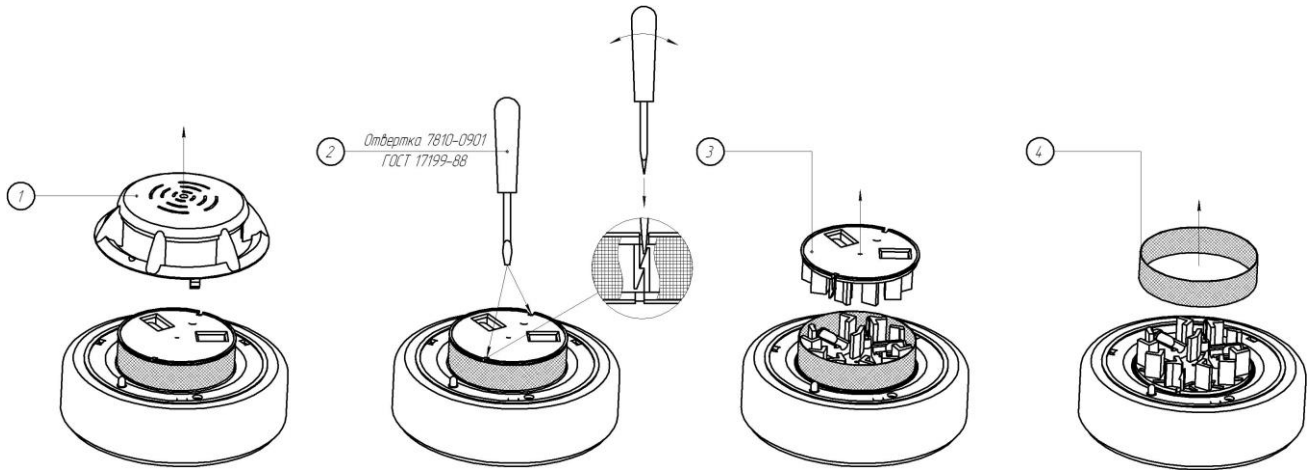

Рисунок 3
3.2 Для проверки работоспособности извещателя следует ввести в контрольное отверстие в верхней крышке (поз.1 рис.3) щуп (штырь диаметром 0,5 - 1,0 мм, длиной 3 - 4 см). После 3-4 вспышек светодиод должен светиться постоянно.